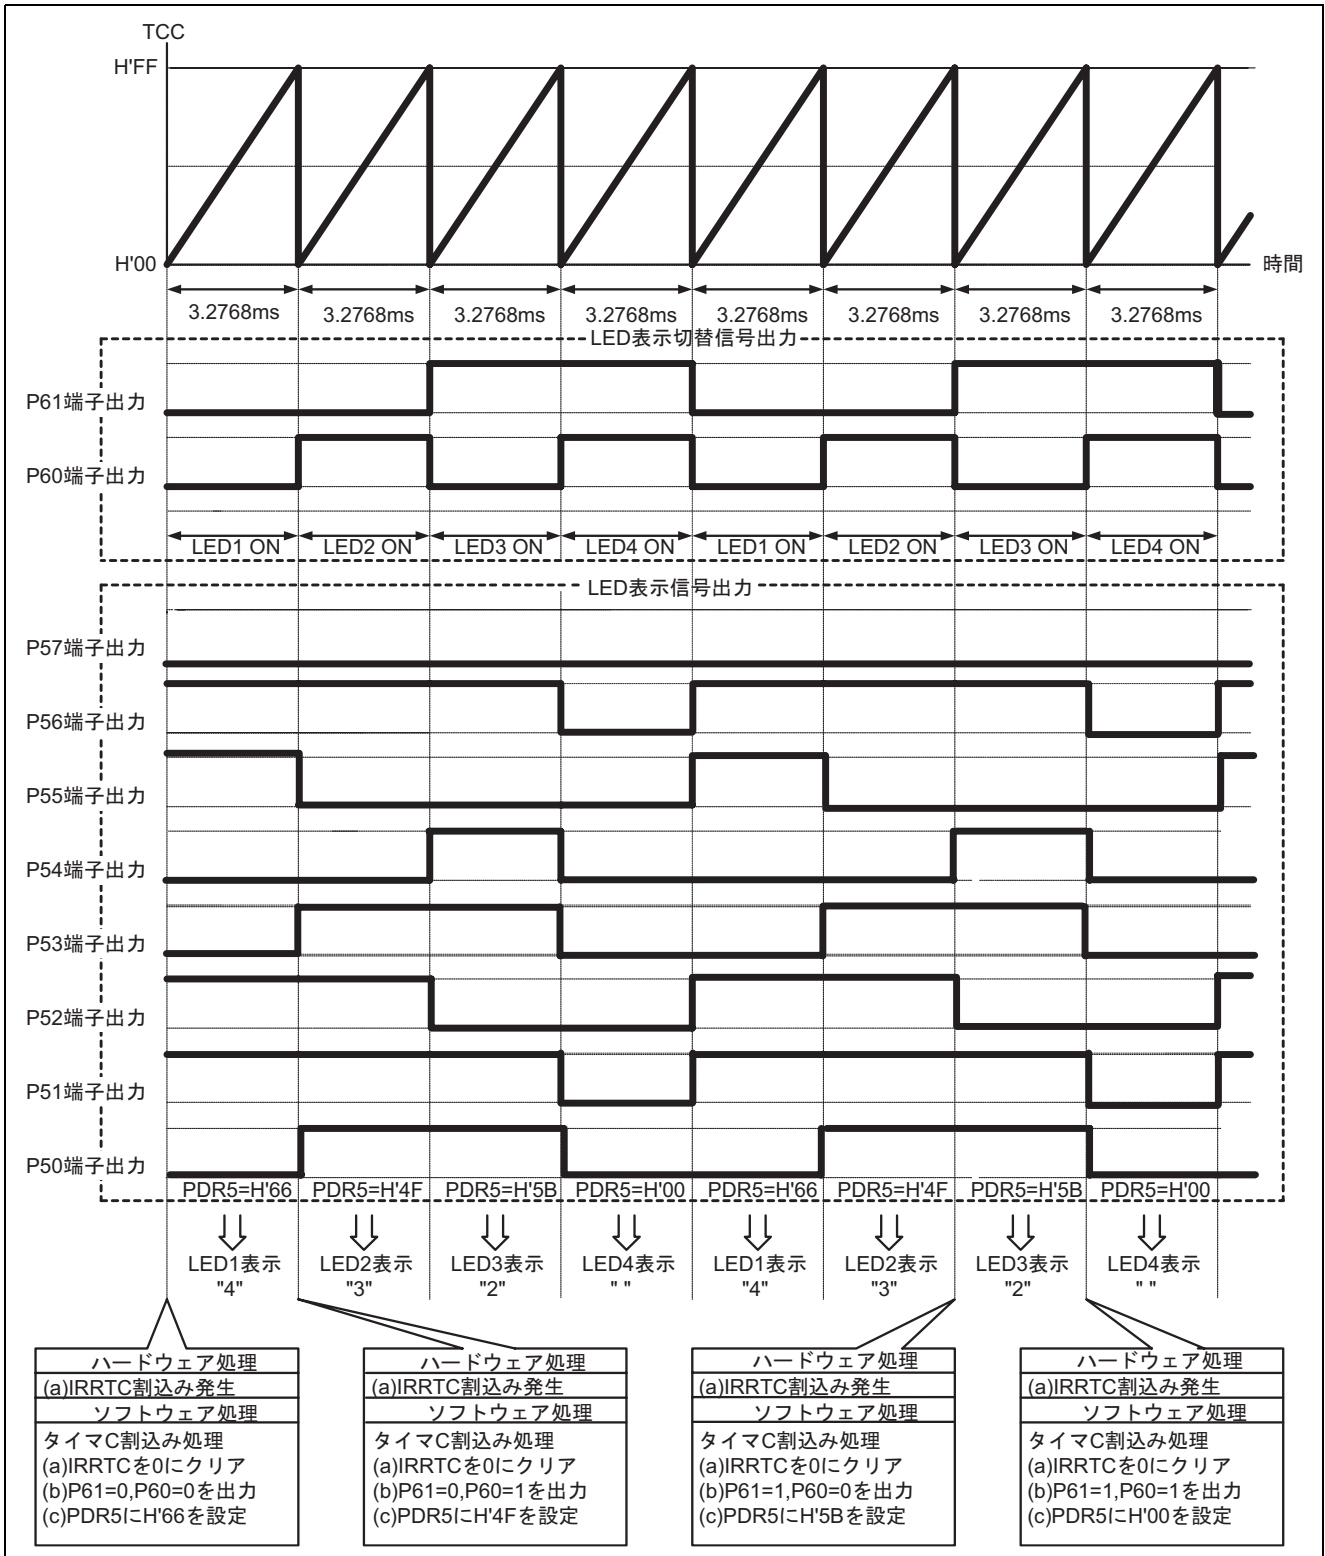

図8 7セグメントLED表示制御の動作原理
2. 7セグメントLEDの表示制御の動作原理について説明します。図8はLED4~LED1に”234”を表示する場合の動作原理について説明しています。図8に示すようにタイマCオーバフロー周期ごとにLED1~LED4を順番に表示させることにより7セグメントLEDのダイナミック表示を行っています。